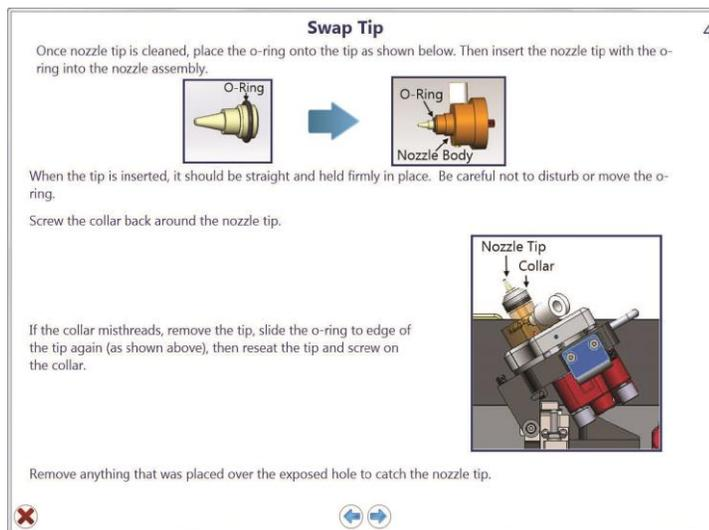

Рис. 116. Окно «Мастера» замены наконечника AutoGimbal
17. Установите уплотнительное кольцо на основание наконечника сопла (Рис. 116).